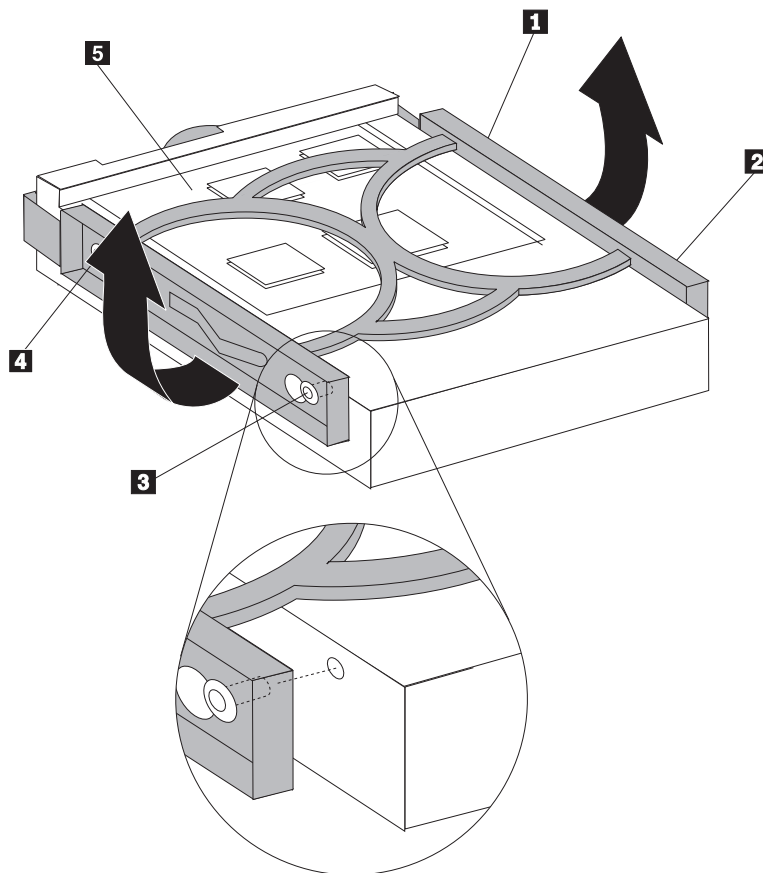

Рисунок 28. Установка жесткого диска в крепежные скобки
7. Чтобы установить в крепежную скобку новый жесткий диск, отогните скобки и совместите штырьки **1** - **4** на скобках с отверстиями на жестком диске. Смотрите раздел рис. 28. Не прикасайтесь к печатной плате **5** в нижней части жесткого диска.